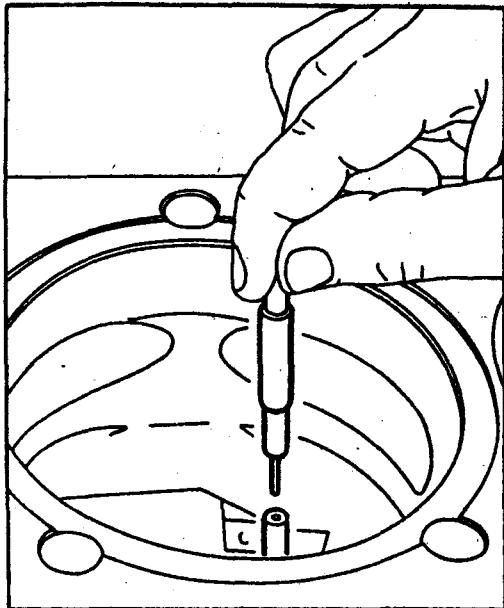

Рис. 21. Проверка правильности установки масляной форсунки
2. Установить четыре масляные форсунки охлаждения поршней, затянуть болты крепления форсунок моментом 2,4-3,6 даН·м (2,4-3,6 кгс·м). Проверить правильность установки форсунок приспособлением типа 6999-7916, (рис. 21 и 22), при необходимости подогнать носики форсунок оправкой.